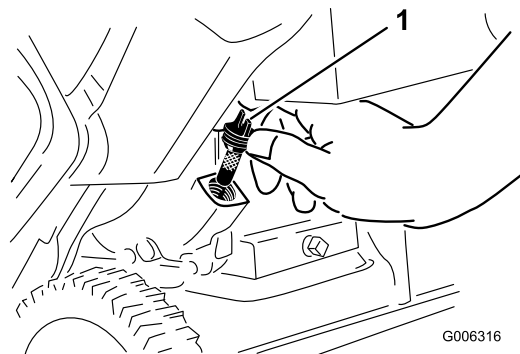

Figure 10
2. Nettoyez la surface autour du bouchon de remplissage (Figure 10).